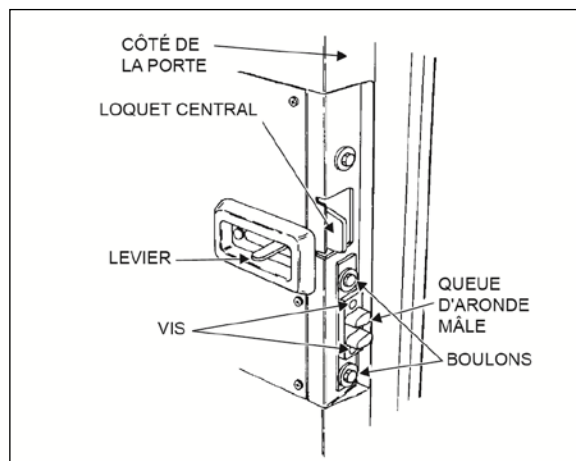

FIGURE 19 : LOQUET DE LA PORTE (AUTOCAR) 18059
2. Retirer la vis à tête ronde Allen et la rondelle qui maintiennent l'embout à rotule sur la charnière supérieure. Voir la figure 19.
3. Retirer la vis à tête ronde Allen et la rondelle qui maintiennent la tige et le pivot sur la charnière supérieure. Voir la figure 19.
- Retirer la vis à tête ronde Allen et la rondelle qui maintiennent l'embout à rotule sur la charnière supérieure. Voir la figure 19.